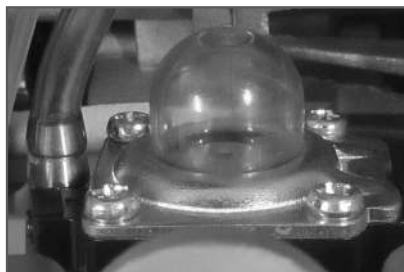

Рис. 7 Расположение ручного топливного насоса
- Нажмите на ручной топливный насос 7-10 раз, до появления в нем топлива. Насос находится в нижней части карбюратора под корпусом воздушного фильтра (Рис. 7).